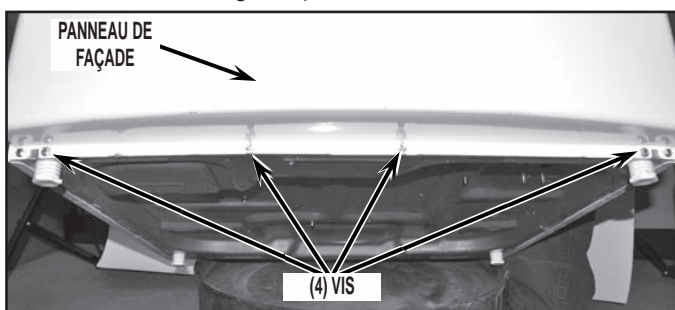

FIGURE 6
8. Déposer les quatre (4) vis en bas du panneau de façade (vis identifiées à la Figure 6).